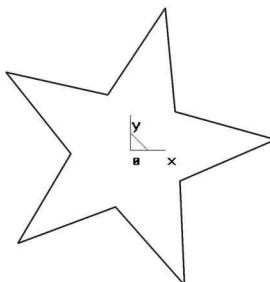

图 1-11
- (6) 点击图标 ，删去多余的直线和圆，如图 1-11 所示。